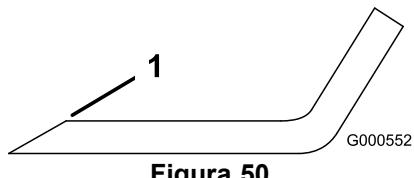
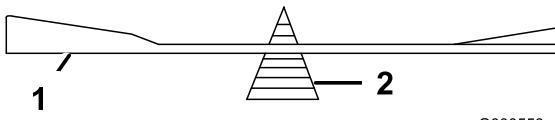

Figura 50
Figura 51
1. Affilate i taglienti da entrambe le estremità della lama con una lima (Figura 50). Rispettate l'angolazione originale. La lama conserva il proprio equilibrio
- Controllate l'equilibrio della lama posizionandola su un bilanciatore (Figura 51). Se la lama rimane in posizione orizzontale, è bilanciata e può essere utilizzata. Se la lama non è bilanciata, limitate del metallo soltanto dalla costa (Figura 50). Ripetete la procedura finché la lama non è perfettamente bilanciata.